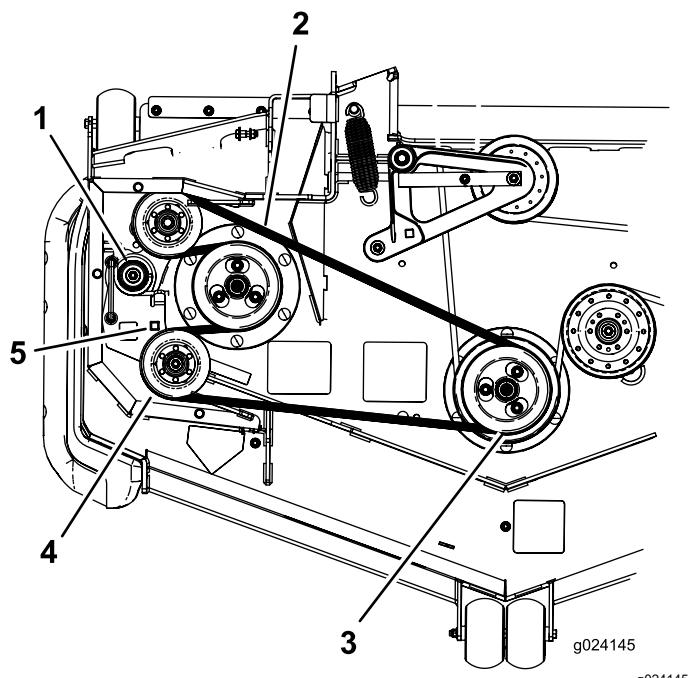

Figure 91
7. Insérez un rochet dans le trou carré du bras de la poulie de tension pour détendre le ressort de la poulie de tension (Figure 91).
8. Enlevez la courroie de la poulie du tablier de coupe (Figure 91).
9. Enlevez la courroie des poulies restantes (Figure 91).
11. Insérez le rochet dans le trou carré, détendez le ressort et guidez la courroie neuve autour de la poulie de tension (Figure 91).